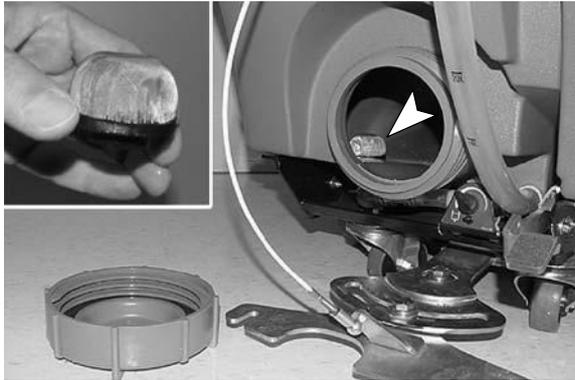

ABB. 33
3. Entfernen und reinigen Sie den Frischwassertank-Filter (Abbildung 33). Drehen Sie den Filter nach links, um diesen zu entfernen.